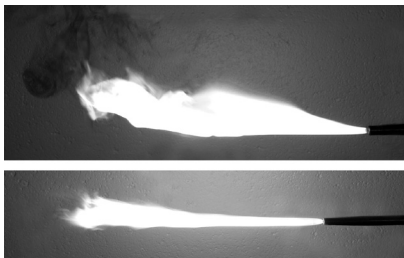

Figure 9
2. Continuer d'ouvrir le robinet de gaz jusqu'à ce que toute la fumée et toute la suie soient retirées de la flamme (voir la figure 9). Si vous ne pouvez pas retirer toute la fumée de la flamme, augmenter la pression sur le détendeur de gaz jusqu'à ce que la fumée disparaisse. **NE PAS** dépasser 15 livres sur le réglage du détendeur lors de l'utilisation d'acétylène. Si la fumée ne disparaît toujours pas, utiliser un boyau de plus gros diamètre ou plus court.